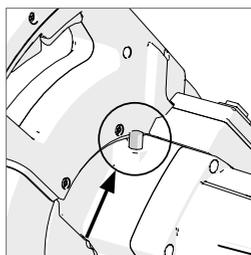

Fig. 39
- Premere il pulsante nero di blocco del mandrino per bloccare il mandrino (fig. 39).